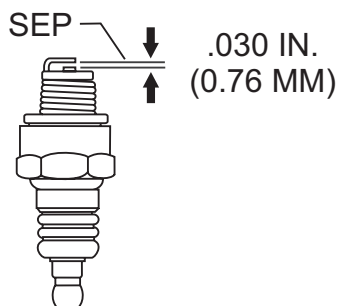

Figura 25. Separación entre puntas de la bujía
5. Mida la distancia entre electrodos de la bujía (Figura 25) con un calibre de láminas tipo alambre. Si es necesario, ajuste la distancia a .030" (0.76 mm), doblando con cuidado el electrodo lateral.